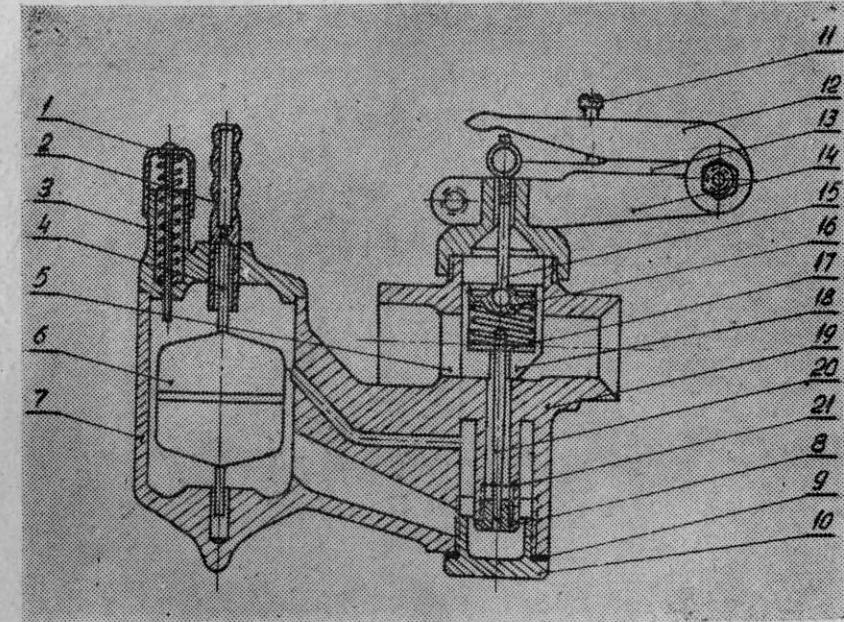

Рис. 1. Схема карбюратора
На двигателе, устанавливается карбюратор типа К-26А (рис. 1) завода «Ленкарз», работающий по принципу пневматического торможения топлива. Пусковое устройство—воздушная заслонка на воздухофильтре. Карбюратор крепится непосредственно на патрубок всасывающего канала цилиндра. Дроссель (18) при помощи штока (15), рычага дросселя (13) связан тягой с рычагом регулятора. Бензин через отверстие (2) поступает в поплавковую камеру карбюратора (7). Из поплавковой камеры под влиянием разрежения топливо через главный жиклер (8) и распылитель (21) поступает в смесительную камеру, где смешивается с воздухом. Состав смеси регулируется перестановкой иглы относительно дросселя. Поток воздуха поступает через фильтр, где очищается, проходя сетку.
3. Отвернуть винты крышки поплавковой камеры и снять крышку (3). (Рис. 1).
4. Вынуть поплавок (6) с запорной иглой (4) и промыть полость поплавковой камеры.
5. Отвернуть нижнюю крышку карбюратора (10), вывернуть жиклер (8) и продуть его отверстие. Ни в коем случае нельзя прочищать жиклер проволокой.
При заводской сборке игла жиклера обычно ставится в верхнее крайнее положение. Для обеднения смеси следует снять с карбюратора кронштейн рычага дросселя (14) (рис. 1) вместе с дроссельным золотником (18), предварительно отсоединив тягу от регулятора оборотов. Вынуть из золотника гнездо (16) и, сняв замок иглы жиклера (17), поставить его выше на 1 канавку. Следует обратить особое внимание на правильность установки замка иглы, так как в противном случае игла может упасть при работе двигателя.